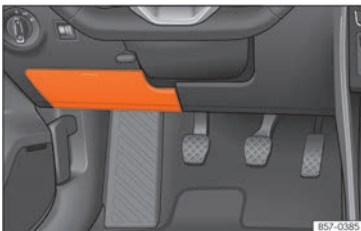

Abb. 196 Auf der Fahrerseite in der Instrumententafel: Abdeckung des Sicherungskastens.
- **Öffnen:** Abdeckung nach unten aufklappen »» [Abb. 196].